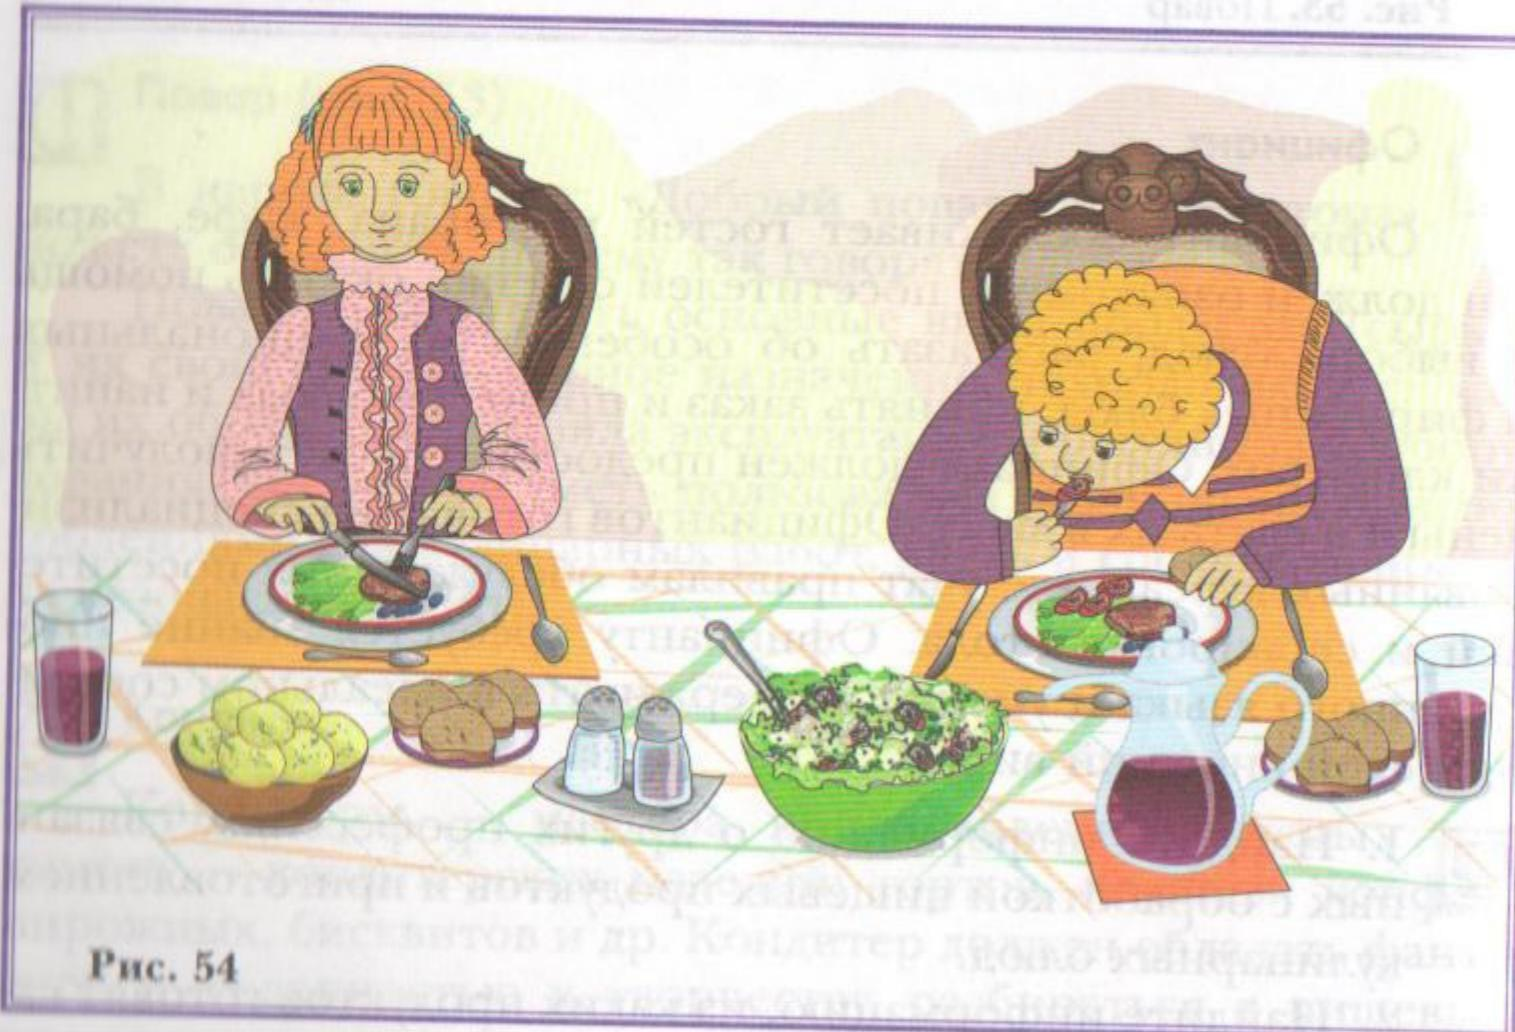

Рис. 54
1. За столом надо сидеть прямо, нельзя облокачиваться на стол (рис. 54).